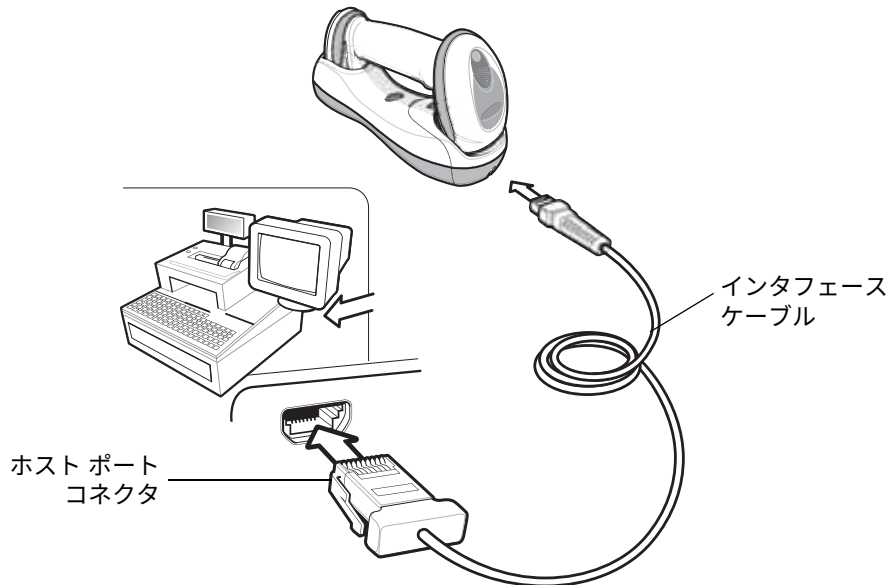

図 10-1 IBM 直接接続
- ✓ 注 必要なインタフェース ケーブルは、設定によって異なります。図 10-1 のイラストに示したコネクタは、あくまでも例です。実際には、別のコネクタが使用される場合もありますが、クレードルの接続手順は同じです。